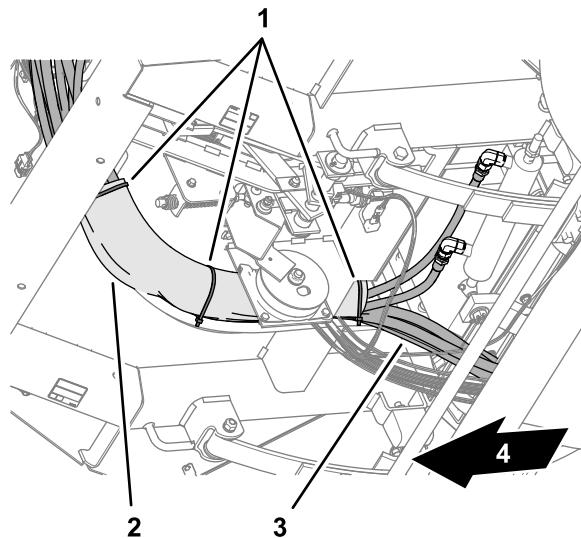

図 137
2. ステアリングホースにロアホースカバーを取り付けます(図 137)。
3. 3本の結束バンドでカバーをホースに固定します(図 137)。